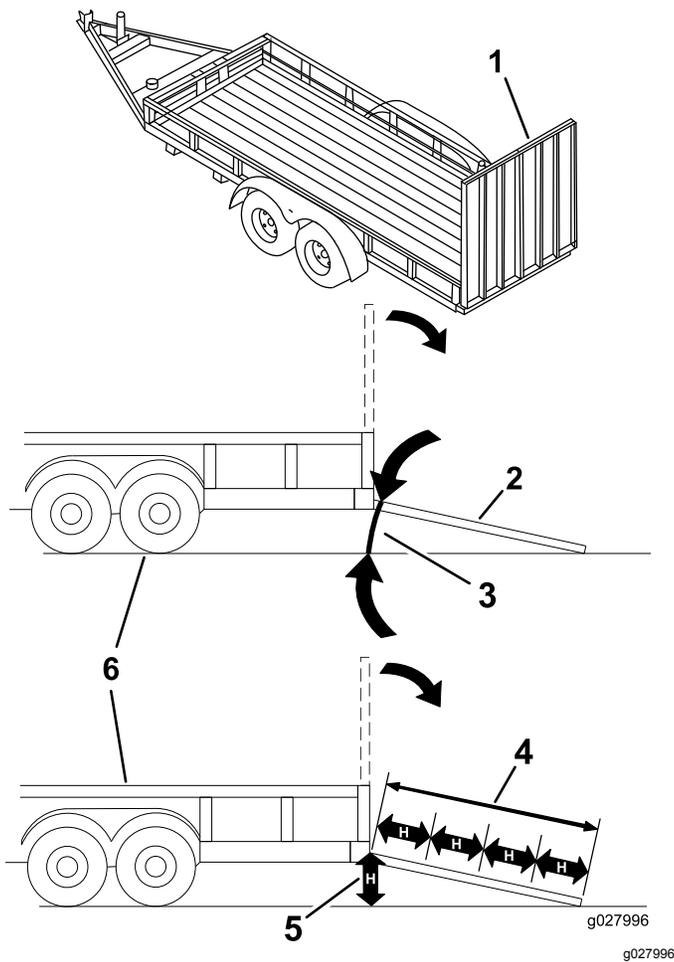

Figura 36
El cargar la máquina en un remolque o un camión aumenta la posibilidad de un vuelco y podría causar lesiones graves o la muerte (Figura 36).
1. Baje la rampa, asegurándose de que el ángulo entre la rampa y el suelo no supera los 15 grados (Figura 36).